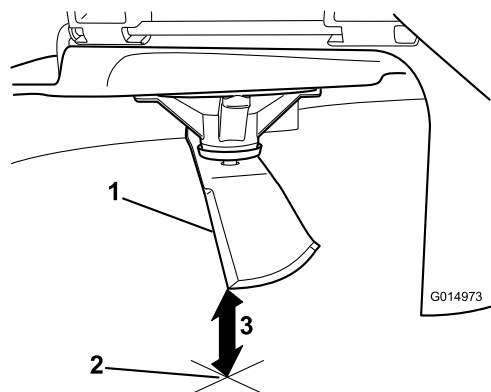

Figura 63
5. Misurate dalla punta della lama alla superficie piana (**Figura 63**).